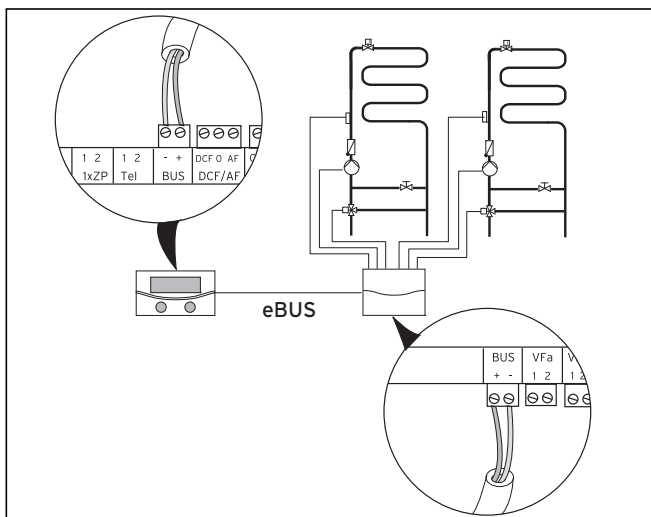

Abb. 7.13 Weitere Mischerkreise mit VR 60 installieren
- Entnehmen Sie den Systemaufbau → **Abb. 7.13**. Beachten Sie die → **Montageanleitung** des Mischermodule.